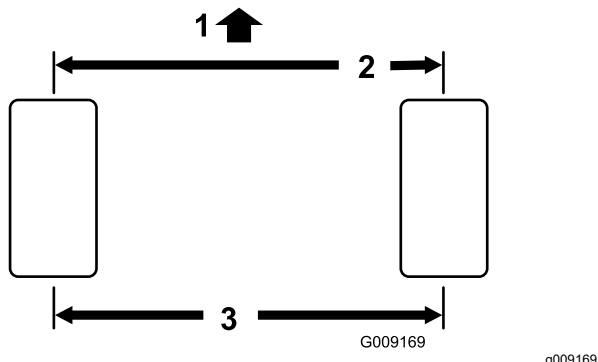

Figura 68
1. Misurate l'interasse (all'altezza dell'assale) sulla parte anteriore e posteriore degli pneumatici di sterzo. La misurazione anteriore deve risultare di 3 mm inferiore a quella posteriore (Figura 68).